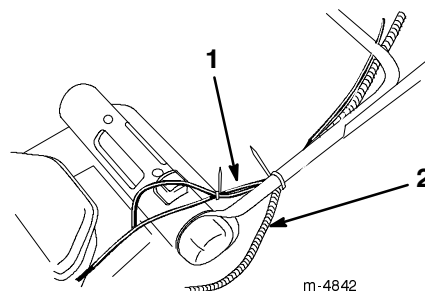

**Figure 2**
1. Desserrez les boutons de réglage de hauteur du mancheron et tournez la partie inférieure du mancheron vers l'arrière de la tondeuse, jusqu'à ce qu'elle vienne se loger dans l'une des positions de réglage de hauteur, comme indiqué à la Figure 2. Pour régler la hauteur du mancheron, reportez-vous à la rubrique Réglage de la hauteur du mancheron, page 6.
3. Montez la partie supérieure sur la partie inférieure du mancheron à l'aide des boulons à tête ovale et installez les boutons comme indiqué à la Figure 2. **Serrez fermement les boutons.**
Le mancheron dispose de trois positions de réglage en hauteur : haut, moyen, bas (Fig. 2). Réglez le mancheron à la hauteur la plus confortable pour vous.